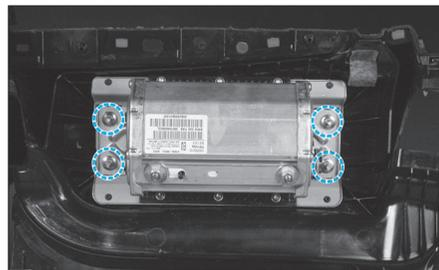

Fig. 4
- Maintenir le module tout en dévissant les quatre fixations puis déposer l'airbag frontal passager (Fig.4).